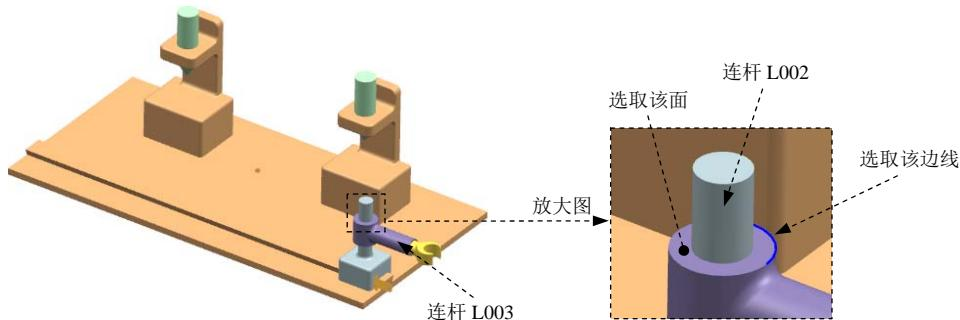

图 10.3.9 定义旋转副（一）
(1) 定义运动副类型。选择下拉菜单 **插入(S)** → **运动副(I)…** 命令，在“运动副”对话框 **定义** 选项卡的 **类型** 下拉列表中选择 **旋转副** 选项。
(2) 选择连杆。选取图 10.3.9 所示的连杆 L003。
(3) 定义原点及矢量。在“运动副”对话框的 **指定原点** 下拉列表中选取“圆弧中心” **○** 选项，在模型中选取图 10.3.9 所示的圆弧为定位原点参照；选取图 10.3.9 所示的面作为矢量参考面，方向向上。
(4) 添加啮合连杆。在“运动副”对话框的基本 区域中选中 **啮合连杆** 复选框，单击 **选择连杆(O)**，选取图 10.3.9 所示的连杆 L002。
(5) 定义啮合连杆原点及矢量。在“运动副”对话框 **基本** 区域的 **指定原点** 下拉列表中选取“圆弧中心” **○** 选项，在模型中选取图 10.3.9 所示的圆弧为定位原点参照；选取图 10.3.9 所示的面作为矢量参考面，方向向上。
(6) 定义驱动。在“运动副”对话框中单击 **驱动** 选项卡，在 **旋转** 下拉列表中选择 **函数** 选项；在 **函数数据类型** 下拉列表中选择 **位移** 选项；单击 **函数** 后的 **...** 按钮，选取 **f(x)** **函数管理器…** 选项，在弹出的“XY 函数管理器”对话框中单击 **...** 按钮，在弹出的“XY 函数编辑器” **公式=** 区域下的文本框中输入函数关系式“**STEP( x,0,0,4,90)+STEP( x,44,0,48,90)+STEP( x,54,0,58,180)**”，其余参数接受系统默认设置，单击两次 **确定** 按钮，完成驱动的定义。
(7) 单击 **应用** 按钮，完成第二个运动副的添加。